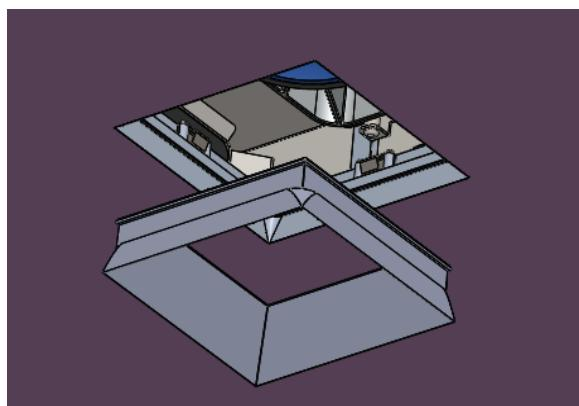

fig. 11
- a. Presione la moldura sin bridales hacia el retenedor de la moldura (consulte la fig. 11).